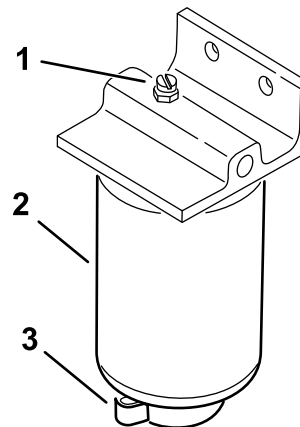

Bild 38
4. Öffnen Sie die Filterablassschraube und das Entlüftungsventil (Bild 38).